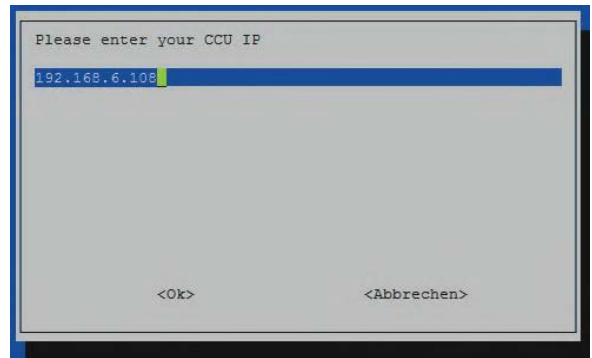

Bild 6: Eingabemaske für die IP-Adresse der CCU
8. Da bei der Installation der HomeBridge zusätzlich das Betriebssystem Raspbian und alle installierten Programme aktualisiert werden, wird der Vorgang einige Minuten in Anspruch nehmen. Hier einfach geduldig abwarten, bis eine Eingabemaske für die IP-Adresse (Bild 6) der CCU eingeblendet wird, ggf. angezeigte NPM-Fehlermeldungen (WARN EACCES, gyp ERR!), die während der Installation angezeigt werden, können ignoriert werden. Zwischenzeitlich fahren wir mit der Vorbereitung der CCU2 fort.
12. Sofern die Installation der HomeBridge abgeschlossen ist, werden wir nun aufgefordert, die IP-Adresse der CCU einzugeben (Bild 6). Sollte Ihnen die IP-Adresse der CCU nicht bekannt sein, beachten Sie bitte unseren Experten-Tipp.